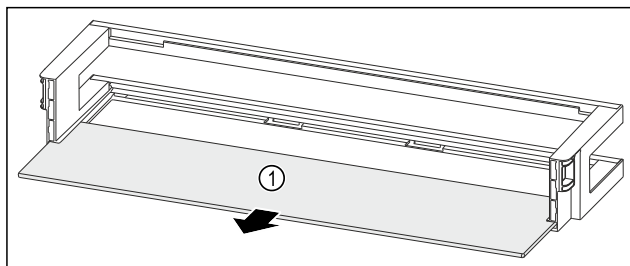

Fig. 116 Dveřní přihrádka s odkládací plochou
- ▶ Odkládací plochu Fig. 116 (1) odeberte.